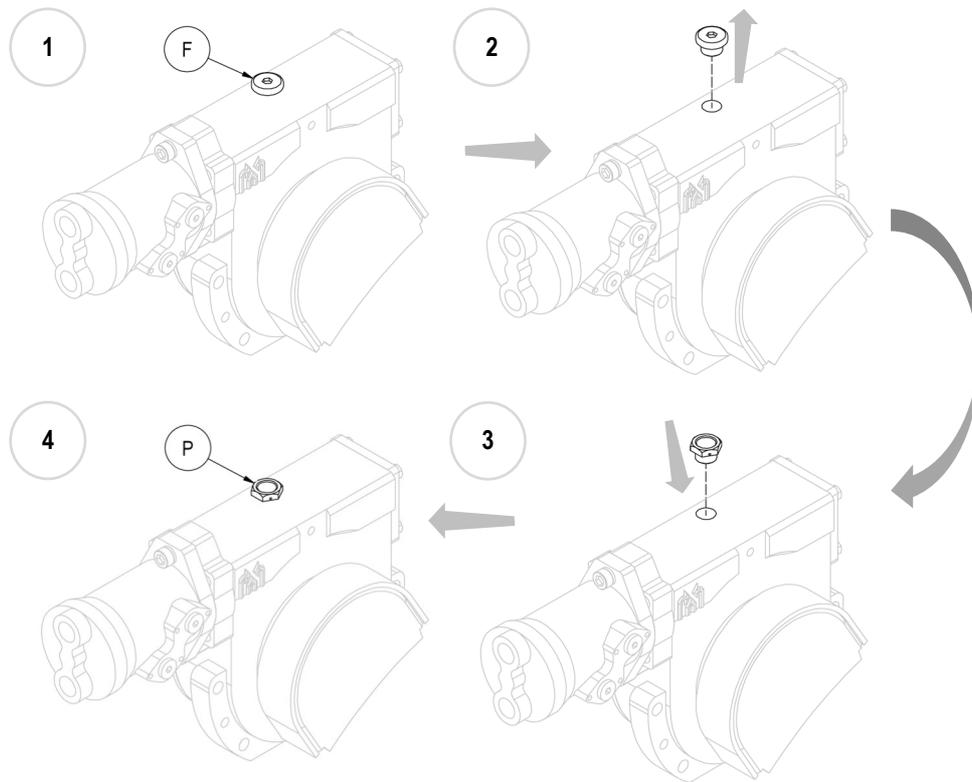

Figure 10
10. **N.B.** Avec l'équipement monté, avant utilisation, remplacer le bouchon borgne de remplissage d'huile en fer (**F**) par celui en plastique fourni (**P**), avec évent (voir *Figure 10*).